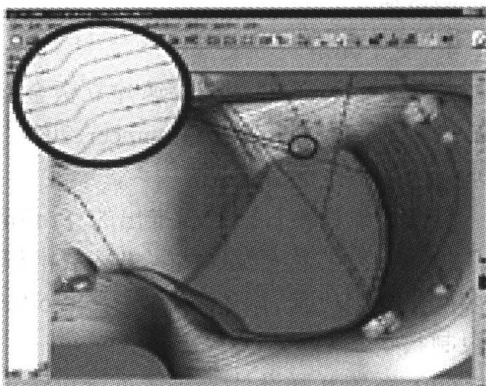

图 1-5 计算机仿真
(4) 高速加工的改进功能 包括高增速装置连接、进刀和出刀、封闭区域新的粗加工方式和浅区的高效表面处理技术。专业化加工战略改进包括先进的粗加工和表面处理加工扫描、实地分析和二次粗加工快速扫描以及自动化的清根和笔式清根。
(5) 仿真 通过把一个完整的虚拟原型的功能相关联的集成到设计环境中, 在性能、与第三方分析应用程序的紧密链接以及易用方面, Pro/Mechanica 2001 都有新的突破, 如图 1-5 所示。